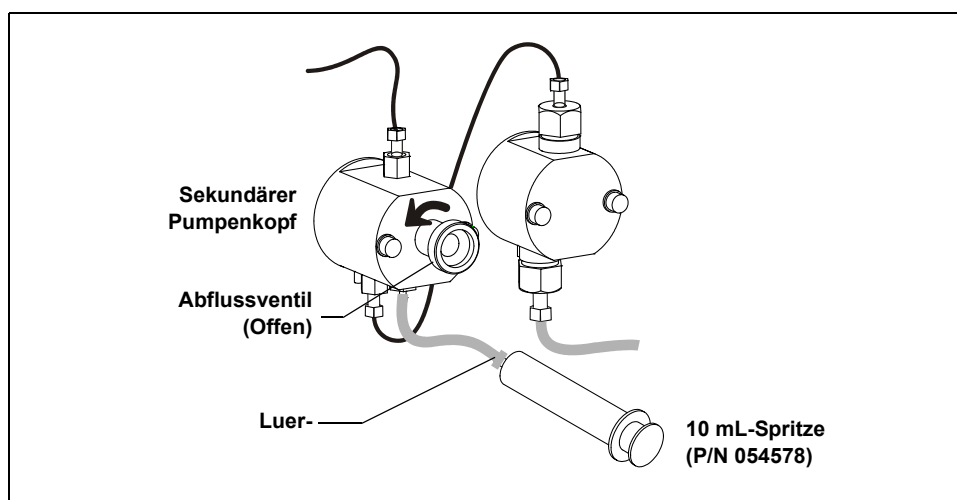

Abbildung 3-6. Spülen der Eluentenleitungen
2. Trennen Sie die Abflussleitung vom Luer-Anschlussstück auf dem sekundären (linken) Pumpenkopf, und schließen Sie eine 10 mL-Injektionsspritze (P/N 054578) an das Luer-Stück an (siehe Abbildung 3-6).